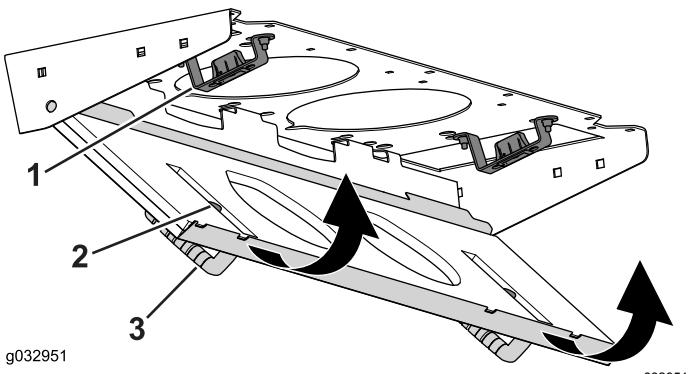

Figura 123
- Ruotate lo schermo del filtro attorno alle alette fino a quando il fermo non si blocca nel gruppo del supporto del fermo (Figura 123).